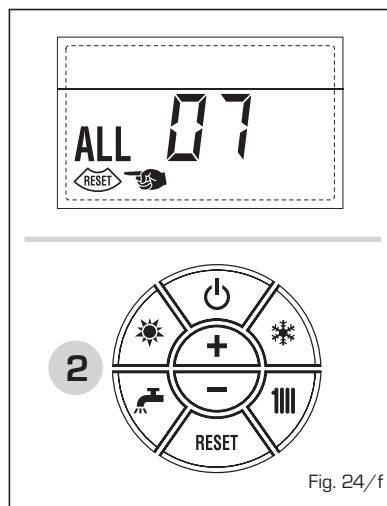

Fig. 24/f
**- ANOMALÍA LLAMA PARÁSITA "AL 08"** (fig. 24/g)